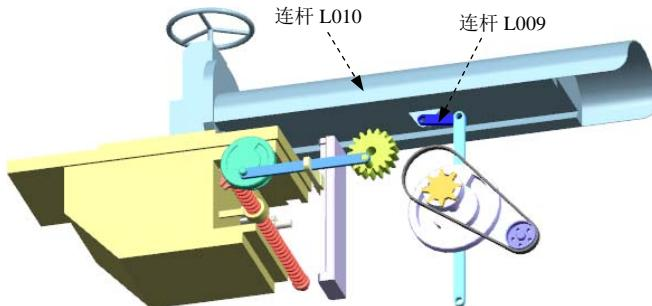

图 10.9.6 定义连杆 (五)
(5) 定义连杆 L009 和连杆 L010。选取图 10.9.6 所示的零件为连杆 L009 和连杆 L010，在“连杆”对话框中分别单击 **应用** 按钮。